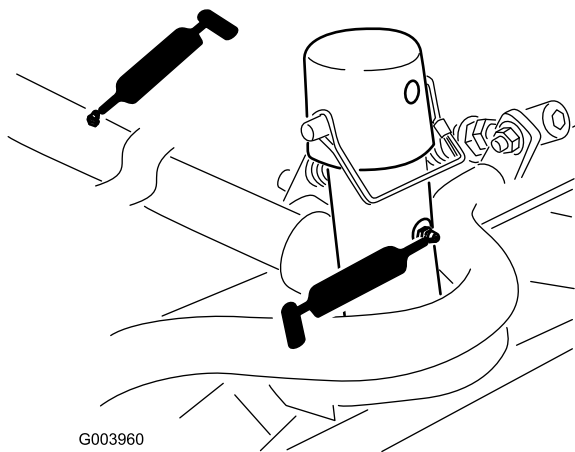

図 49
- キャリアフレームとピボット各カッティングユニットで2ヶ所 図 49